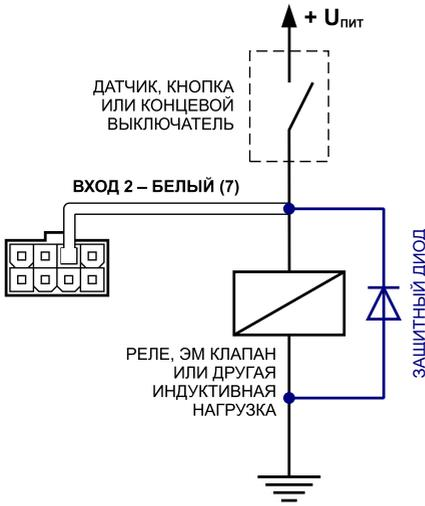

Рисунок 1.
1. **Защитный диод** (рис. 1) – устанавливается параллельно индуктивной нагрузке. При этом прямой ток защитного диода ($I_{\text{диода прямой}}$) должен быть не менее $1.5 \cdot I_{\text{удержания катушки}}$. Если ток удержания катушки неизвестен или есть сомнения, следует использовать схему включения с защитным реле.